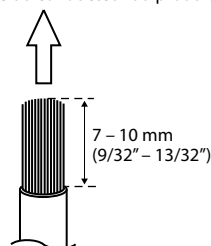

Fig. 7
2. Retirer l'isolation des bouts des fils de connexion de 7 – 10 mm (9/32" – 3/8"). (Fig. 7)